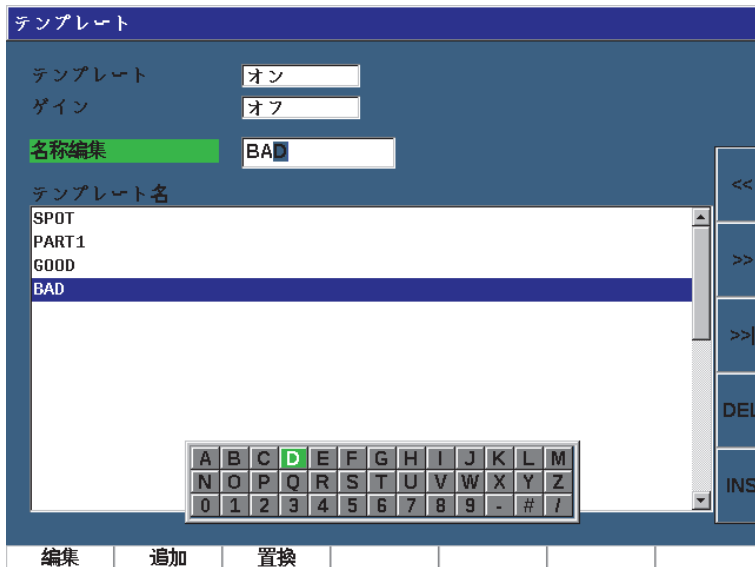

図 11-48 テンプレート設定ページ
2. **設定**（P7 キー）を押し、テンプレート設定ページを表示します（309 ページの図 11-48 参照）。